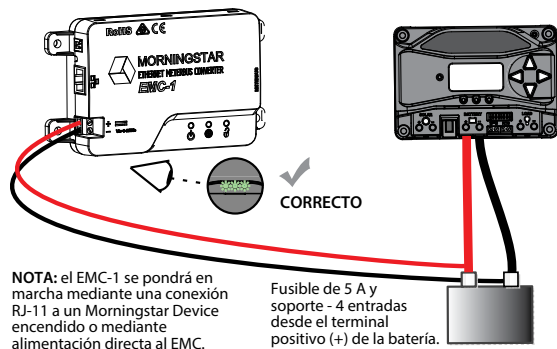

Figura 2-4. Conexión de los cables de alimentación
El EMC-1 se alimenta con un suministro de 8-80 V CC, como un convertidor de CA-CC o una batería del sistema conectada a la entrada de alimentación suministrada en la unidad EMC-1. Consulte la sección Funcionamiento (3) para obtener más detalles sobre el procedimiento de arranque. Conecte los cables de alimentación como se indica en la figura 2-4 a continuación.